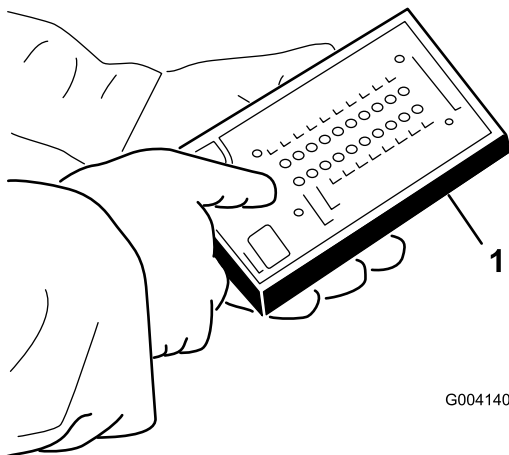

Figura 48
5. Conecte el conector de la pantalla diagnóstica ACE al conector del arnés (Figura 48).